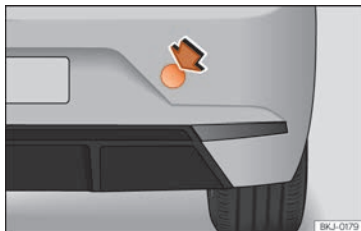

Abb. 47 Auf der rechten Seite des hinteren Stoßfängers: Abdeckung entfernen.
Die Abschleppöse wird in die hinter einer Abdeckung auf der rechten Seite des hinteren Stoßfängers befindliche Aufnahme eingeschraubt »» **Abb. 47**.
- Drücken Sie auf den oberen rechten Bereich der Abdeckung »» **Abb. 47** und klinken Sie diese aus.